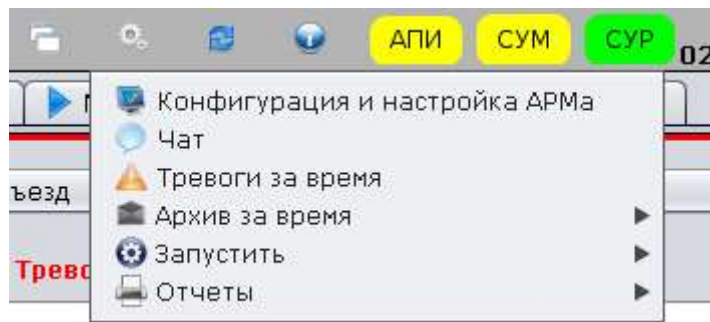

Рис. 101
10.1. Для настройки пользовательского интерфейса дежурного в «Дополнительном меню пользователя» (вызывается нажатием на «» в верхней части окна) предусмотрен пункт «Конфигурация и настройка АРМ» (Рис. 101).